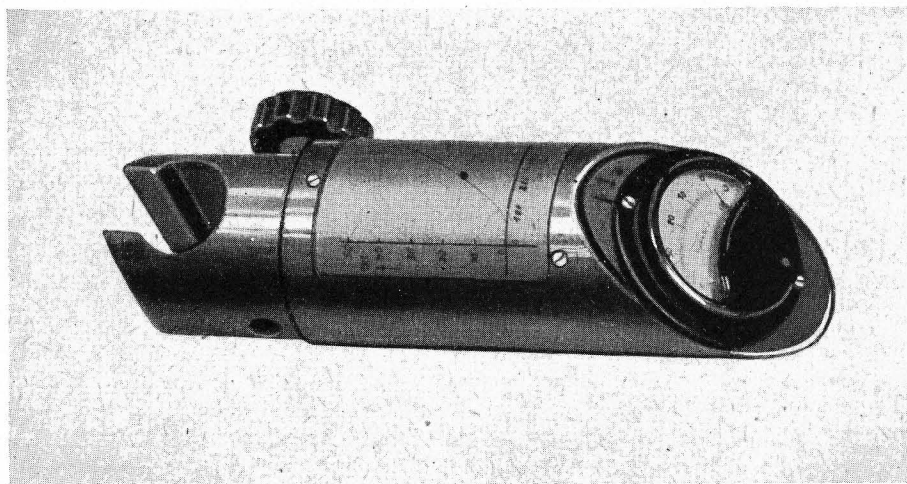

Abb. 14: Abtastgerät
- c) **Abtastgerät (Abb. 14):** Um ein Maß für die Antennenstromstärke zu haben, wird ein mitgeliefertes Stromabtastgerät Pos.Nr.500/2 von außen am Fußpunkt